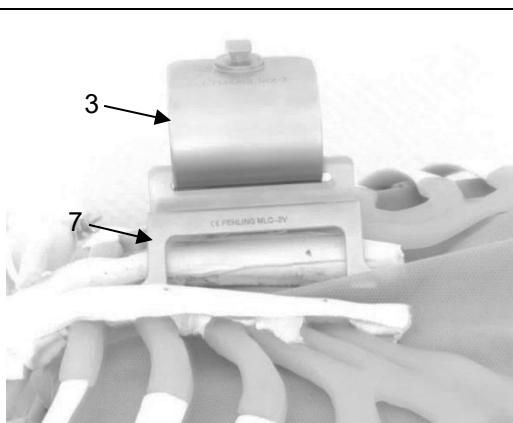

Fig. 10
1. Introduzca la hoja IMA (3) junto con la hoja de sujeción IMA (7) en la ranura de la sierra esternal (Fig. 10).